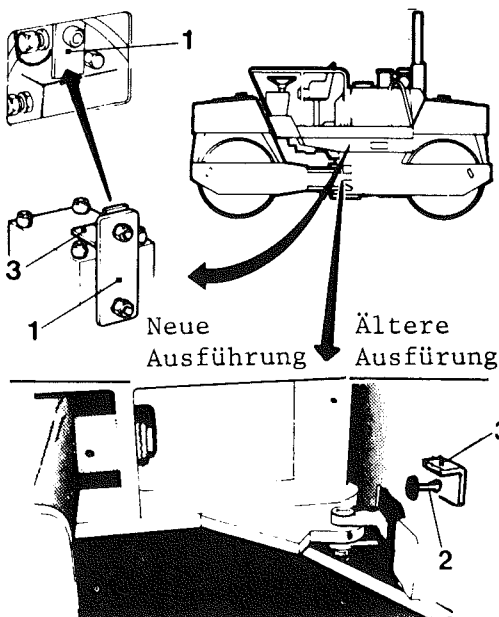

Abb. 22 Abschlepp-Griff
- Sperrvorrichtung (3), Abb. 22, lösen.
- Bei neuen Walzen Griff (1) auf "ABSCHLEPPEN" stellen.
- Bei älteren Walzen Griff (2) herausziehen.
- Die Sperrvorrichtung (3), Abb. 22, lösen.
- Bei Walzen älterer Ausführung den Griff (2) herausziehen.
- Bei Walzen neuerer Ausführung die Sperrvorrichtung (3) lösen und den Griff (1) drehen.